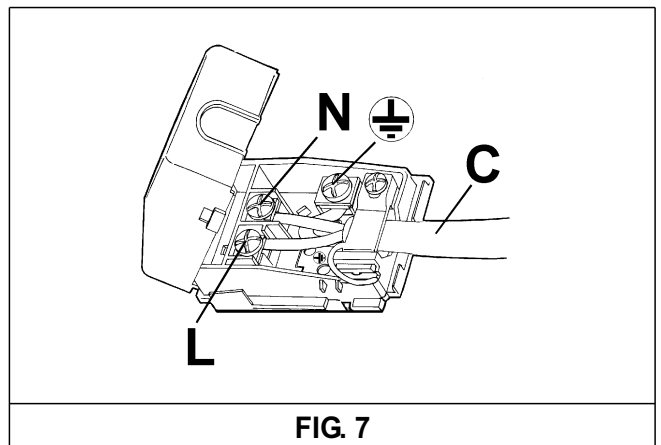

FIG. 7
- Si no se ha suministrado un cable de alimentación con el aparato, conecte un cable con una sección adecuada a la placa de terminales (consulte la tabla del párrafo 6) y deje el cable de toma de tierra más largo que los cables de corriente, de acuerdo con el diagrama de la fig. 7.
- Coloque en el cable de alimentación "C", si no se suministra, una clavija estándar adecuada para la carga indicada en la etiqueta de información. Conecte los cables tal como se muestra en el diagrama de la fig. 7 con cuidado de respetar las indicaciones que aparecen a continuación: